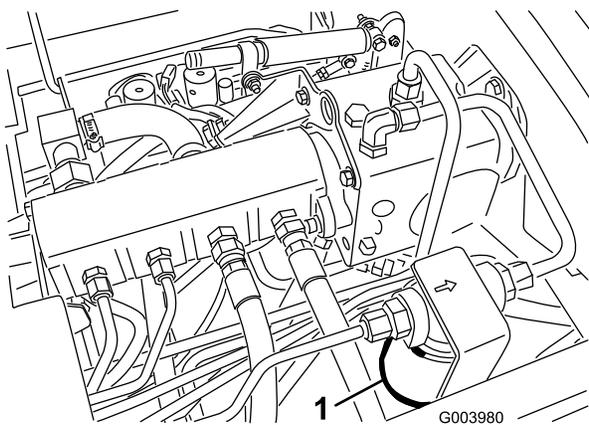
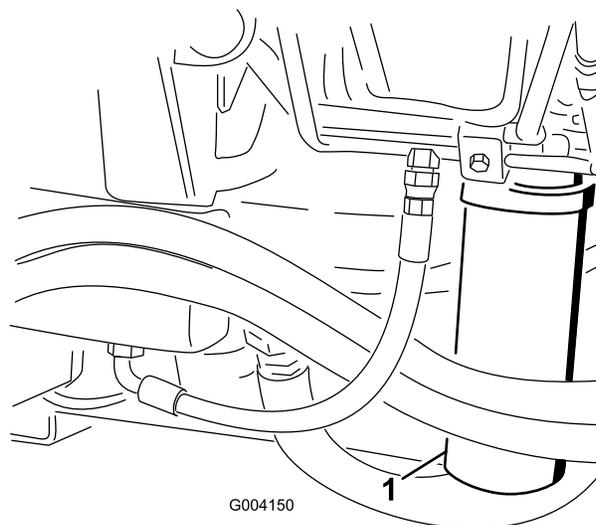

Figura 69
Figura 70
2. Pulite l'area di montaggio del filtro e collocate una bacinella di spurgo sotto il filtro (Figura 69) e (Figura 70).